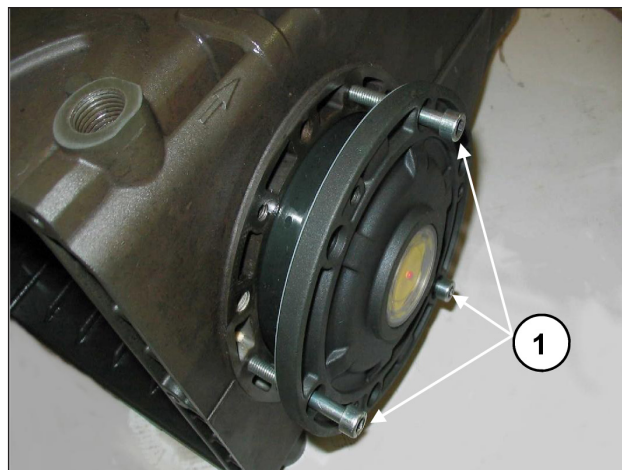

Fig. 8
Para facilitar a entrada da primeira seção e da relativa inserção das coberturas no cárter, aconselha-se o uso de 3 parafusos M6 x 40, parcialmente rosqueados, (Fig. 8, pos. ①) para, em seguida, completar a operação com os parafusos fornecidos (M6x16).
Para a aproximação de duas coberturas laterais no cárter, pode-se usar 3 parafusos M6x40 para uma primeira fase de orientação, como já indicado anteriormente (Fig. 8), e os parafusos previstos para a fixação final.